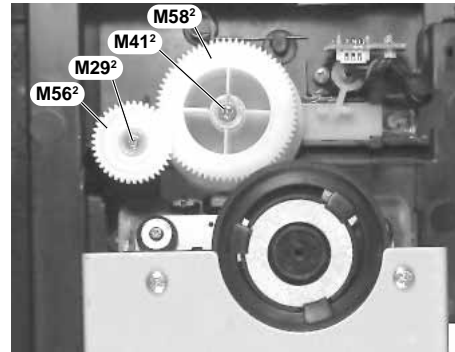

Fig. 17
- Die Schrauben M292, M412 herausschrauben, das Zahnrad M562 und das Kurvenrad M582 abnehmen (Fig. 17).
- Undo screws M292, M412, take out gearwheel M562 and cam M582 (Fig. 17).